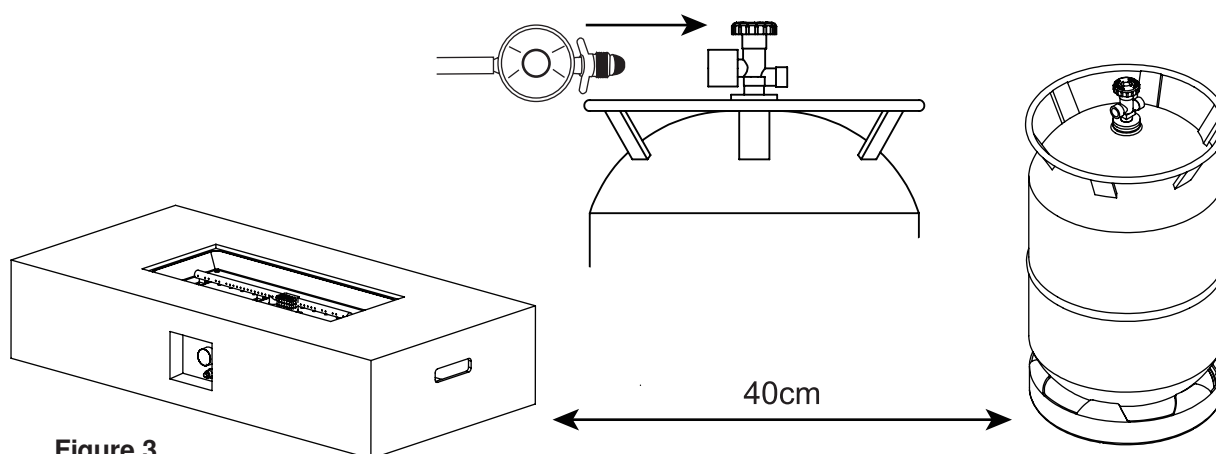

Figure 3
4. Fixez le régulateur à la valve de la bouteille de gaz et serrez fermement (voir Figure 3). REMARQUE : Le brasero et la bouteille de gaz doivent être espacés d'au moins 40 cm.